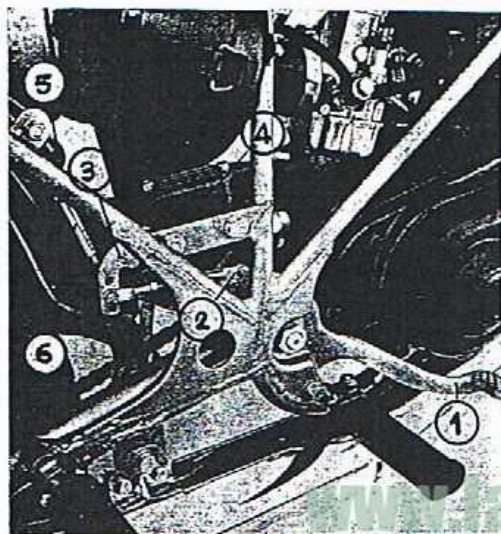

Fig. 25
1. **Mantenimiento.** Este freno de disco no necesita prácticamente cuidado alguno. Sin embargo, el acoplamiento del pedal 1 (fig. 25), varilla de réglaje 2 y palanca de freno 3 puede exigir una revisión después de los primeros 500 Km. Debe controlarse el juego de 0.5÷1 mm. entre la palanca de freno 3 y la bomba de freno 4, actuando sobre los reglajes dispuestos en la varilla 2.
1. **Entretien.** Ce frein à disque n'a pratiquement besoin d'aucun entretien. Toutefois, l'accouplement de la pédale 1 (fig. 25), la tige de réglage 2 et le levier de frein 3 peuvent exiger une révision après les premiers 500 Km. Il faut vérifier le jeu de 0.5+1 mm. entre le levier du frein 3 et la pompe de frein 4 en agissant sur les réglages établis sur la tige.
1. **Maintenance.** This disc brake requires virtually no attention. Nevertheless, it may be necessary to check the pedal coupling 1 (fig. 25), adjusting rod 2 and brake lever 3 after the first 500 Km. The clearance between the brake lever 3 and the brake pump 4 should be set to 0.5+1 mm by way of the adjustments available on the rod 2.